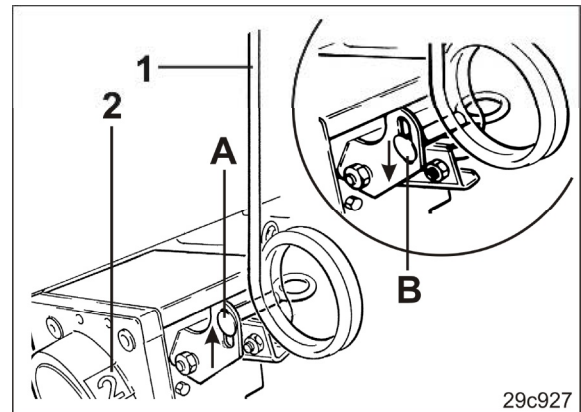

図 194
2. 制御ボックスの操作レバー (図 194/1) は、制御ボックスのウィンドウ内の数 (図 194/2) が「0」を表示するときに引きます。トラムラインカウンタは「0」になってはいけません。
3. クランプネジ (図 194/A) を緩め、スロット下にスライドさせてしっかり締め付けます (図 194/B参照)。
トラムラインカウンタ (図 194/2) は「0」になってはいけません。それ以外の場合はトラムラインが常に形成されます。